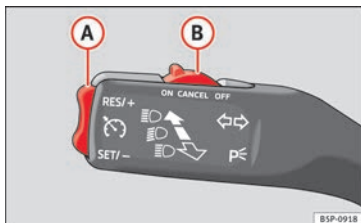

Fig. 136 Alavanca das luzes indicadoras de mudança de direção e dos máximos: comando e botão basculante para o regulador de velocidade.
- Depois de se atingir a velocidade que se pretende memorizar, pressionar brevemente a parte inferior do botão basculante **SET/-** » **Fig. 136 (A)** uma vez.
- Pressionar a parte superior do botão basculante **RES/+** » **Fig. 136 (A)** para aumentar a velocidade. Enquanto o botão basculante estiver a ser pressionado, o veículo é acelerado. Soltando o botão basculante, fica memorizada a nova velocidade.
- Pressione a parte inferior do botão basculante **SET/-** » **Fig. 136 (A)**, para reduzir a velocidade. Enquanto o botão basculante estiver a ser pressionado, o veículo perde velocidade através de desaceleração auto-
Se se reduzir a velocidade com o pedal do travão, desliga-se o regulador de velocidade. Se pretende voltar a ativar o regulador, basta que pressione uma vez a parte superior do botão basculante **RES/+** » **Fig. 136 (A)**.